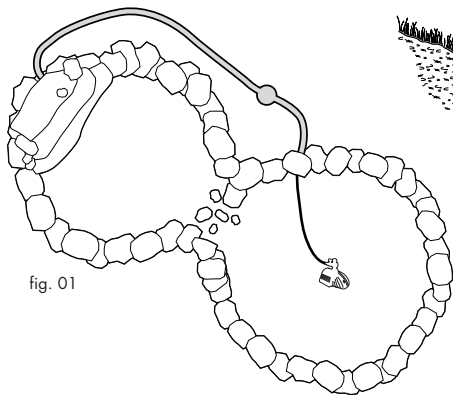

fig. 01
01. Usted tendrá que cavar un canal de seis a ocho pulgadas (15 a 20 cm) de profundidad a lo largo del exterior de la cascada o del arroyo, que conecte los pozos superior e inferior del estanque. Este canal le permitirá enterrar y ocultar el tubo una vez conectado. También necesitará hacer un orificio para enterrar parcialmente el bio-filtro mientras lo mantiene en una posición vertical y nivelada (fig. 01).